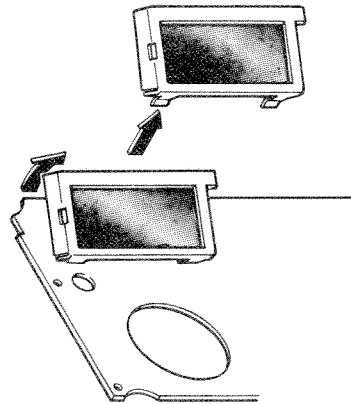

図14 Fig. 14
- ②液晶表示器を指ではさみ、ゆっくり起こし、図14のようにシートから外します。
- (2) Grasp the liquid crystal display between fingers, pull it up slowly and remove it from the circuit board as shown in Fig. 14.